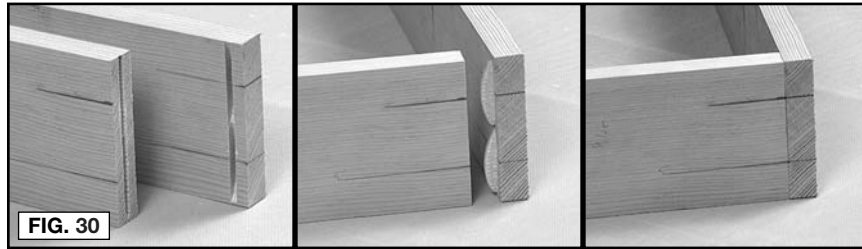

FIG. 30
- NOTA:** Ensamble todas las juntas y verifique las alineaciones antes de aplicar cola (ver la Fig. 30).